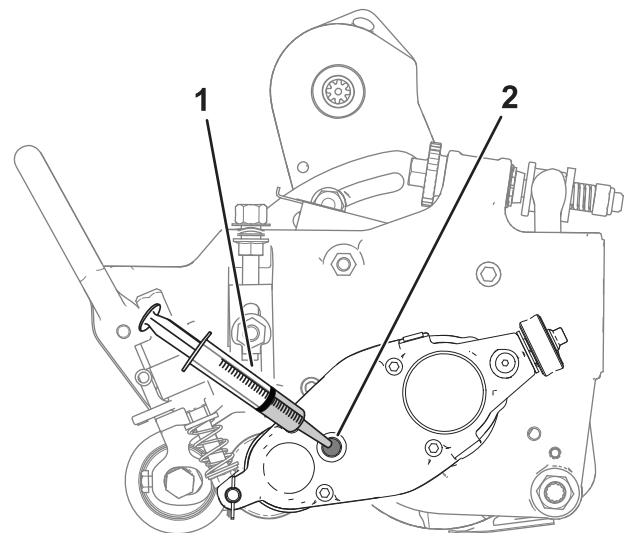

Bild 24
6. Bewegen Sie die Schneideinheit langsam vor und zurück, um sicherzustellen, dass das Öl vollständig aus dem Gehäuse gelaufen ist. Wenn alles Öl abgelassen wurde, stellen Sie die Schneideinheit auf eine ebene Fläche, siehe Bild 24.
8. Verwenden Sie eine Spritze (Bestellnr. 137-0872), um 50 cc Öl (80-90W) in den Antrieb zu füllen (Bild 24).